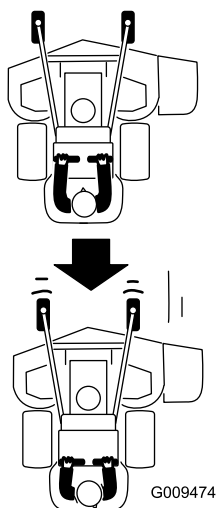

Figura 20
2. Puxe lentamente as alavancas de controlo de movimento para trás (Figura 20).